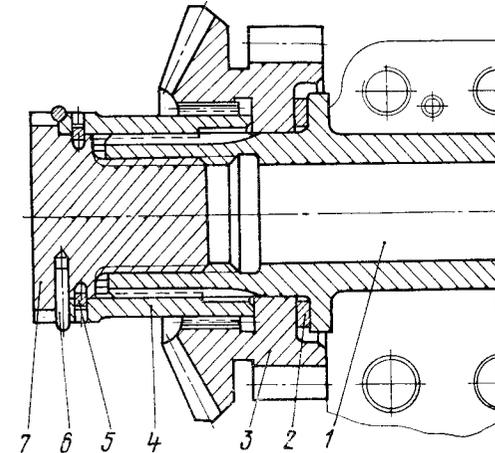

Рис. 114. Узел крепления шестерен на валу распределительном:
2. Снимите замок 6 (рис. 114) и, отвинтив гайку 7 (на распределительном валу впуска, резьба левая), выведите шлицевую втулку 4 из зацепления с шестерней 3 распределительного вала 1.